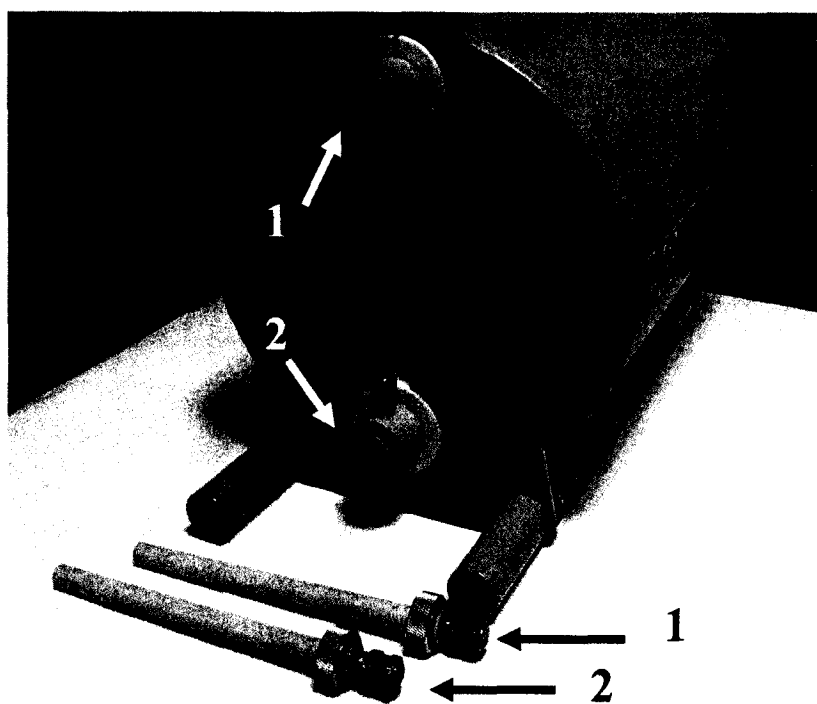

Рис. 38. Заливные порты и клапаны.
– в зависимости от типа БД, выкрутите один или два клапана (клапаны 1 и 2 на Рис. 38);
1.10.23.1.3. Вставьте аккумуляторы 12 В и 24 В (см. Рис. 38). В Приложении 2 приведена инструкция по зарядке и замене аккумуляторов.